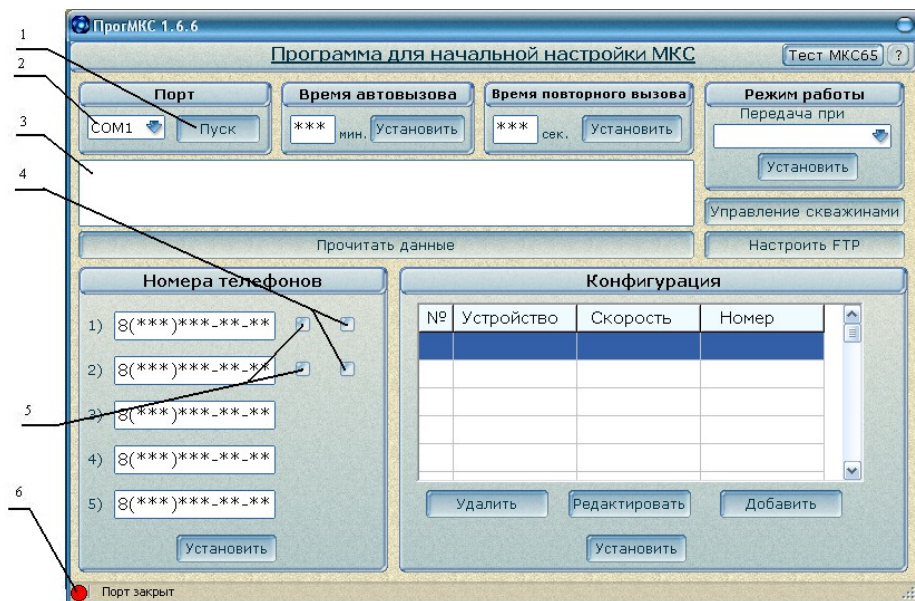

Рисунок 10
6.1.5 Запустить на компьютере программу ПрограмМКС.exe (из комплекта поставки) – рисунок 10;
6.1.6 Выбрать из выпадающего меню 2 СОМ-порт, к которому подключен МКС65 и нажать кнопку «Пуск» (рисунок 10, поз. 1), при этом в строке статуса (поз.6) цвет пиктограммы должен смениться на зеленый и появится надпись с указанием открытого порта;
*Примечание. На флаги разрешения голосовой связи (поз.5 рисунок 10) и Поля «Время автодозвона» и «Время повторного вызова» не обращать внимание!*
Флаги аварийной рассылки (поз.4 рисунок 10) устанавливаются при необходимости для SIM-карты №1 и SIM-карты №2. Каждый флаг может быть установлен только для одного номера;